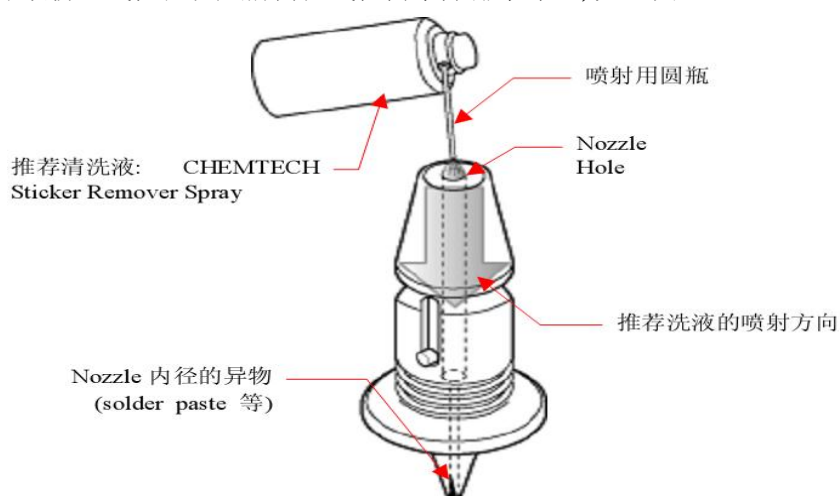

图 5
- 吸嘴内径异物的去除：将推荐的洗净液（Sticker Remover W0-520）喷射到吸嘴孔内，用气枪从吸嘴进气端进行推出。为了防止洗净液残留孔内，一定要将其吹干净，直到吹出的气体无污染物、气体顺畅（气枪在吹风前需把气枪内水分排干净），如（图5）。